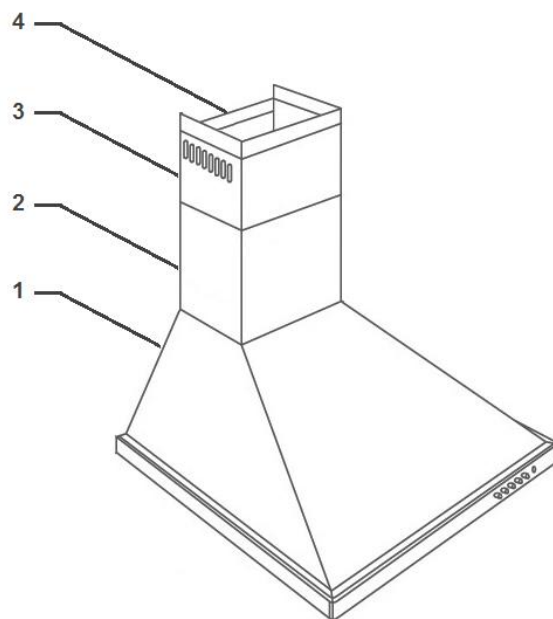

Рис. 1
КОМПЛЕКТУЮЩИЕ ДЛЯ СБОРКИ (рис. 1)
4. Сделайте отверстия в помеченных местах с помощью сверла, соответствующего диаметром прилагаемым дюбелям с шурупами (5) (рис. 1).
1. На прикрепленную к стене вытяжку установите декоративные короба (2) и (3) (рис. 1).
2. Выдвиньте верхний короб (3) (рис.1) на нужную высоту.
3. Отметьте на стене расположение отверстий, находящихся в верхнем коробе (3), для точной установки монтажной ленты (4) (рис. 1).
4. На выбранной высоте приложите к стене ленту (4) (рис.1) и отметьте отверстия для монтажа.
5. Просверлите отверстия в стене, используя сверло, диаметр которого соответствует прилагаемым дюбелям (6) (рис.1). Установите монтажную ленту (4) (рис.1) на стене, на отмеченной высоте.